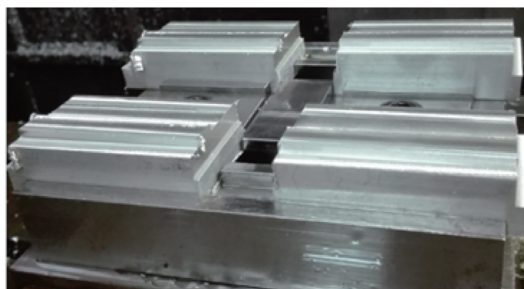

图 17 反面凸台加工
(5) 反面凸台加工。反面凸台尺寸要求为 $10_{-0.15}^{+0.05}\text{mm}$ ，加工时要严格保证该尺寸，尽量把尺寸精度控制在上下偏差的中间，即 9.9mm；凸台上有两个 $\phi 5.5\text{mm}$ 的孔，这两个孔放在后面跟沉孔一起加工，保证沉头孔的同轴度，加工效果如图 17 所示。